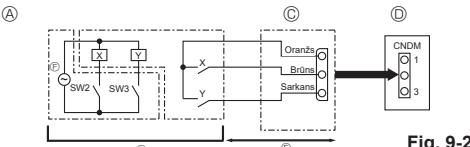

Fig. 9-2
9.2. Pieprasījuma funkcija (modifikācija objektā) (Fig. 9-2)